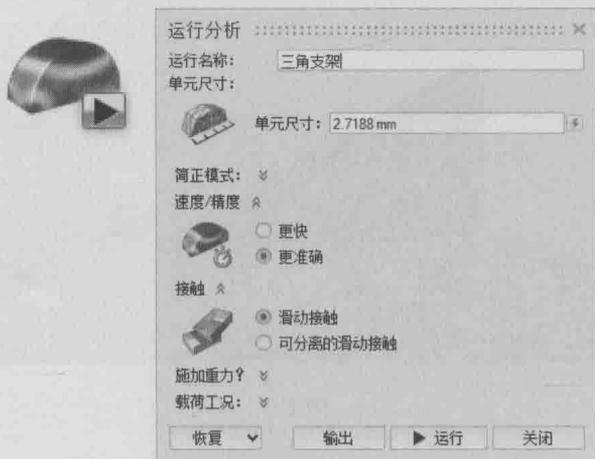

图 1-10 “运行分析”对话框
5) 单击分析工具图标上的运行分析按钮 , 打开“运行分析”对话框, 如图 1-10 所示。